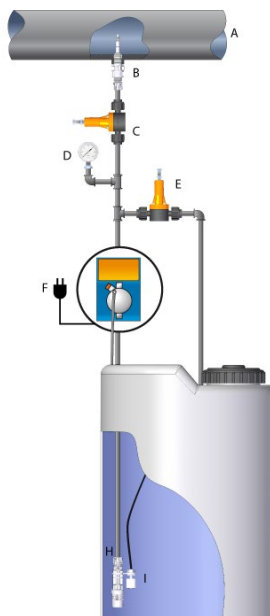

Fig. 7 – Sistema típico
Tanto no tubo de ida quanto no de aspiração, evitar curvas excessivas a fim de evitar estrangulamentos no tubo. Aplicar na conduta do sistema a ser tratado, no ponto mais adequado para fazer a injeção do produto a ser dosado, uma conexão de 3/8" ou 1/2" para gás fêmea. Essa conexão é excluída do fornecimento. Parafusar a válvula de injeção na "conexão guarnição" utilizando fita de PTFE, ver a Fig. 7. Conectar o tubo (5) à conexão cônica da válvula de injeção (3) e bloqueá-lo com a respectiva coroa (4). A válvula de injeção (3) também é válvula de não retorno.